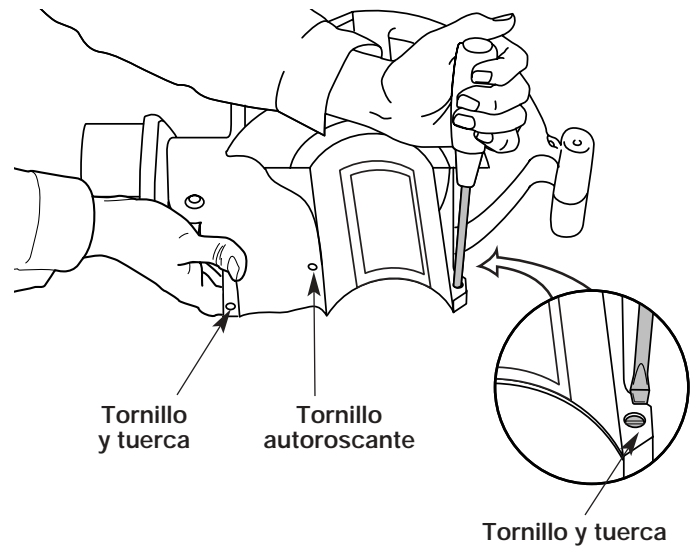

Fig. 2
3. Inserte los 2 (dos) tornillos ranurados 8-32 x 3/4" T20 Torx en el lado derecho del bastidor del motor y las 2 (dos) tuercas en el lado izquierdo del bastidor del motor (Fig. 2).
5. Instale los 2 (dos) tornillos autoroscantes ranurados 8-16 x 3/4" T20 Torx restantes en los orificios de cualquiera de los lados del bastidor (Fig. 2). Ajuste hasta que no quede huelgo, no los ajuste demasiado.
2. Saque los 2 (dos) tornillos y tuercas que sostienen el tubo del soplador / aspirador en el bastidor (Fig. 2).